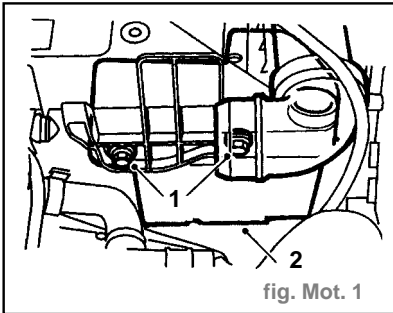

fig. Mot. 1
- Enlever les 2 boulons (1) maintenant le résonateur sur le support de batterie (fig. Mot. 1).